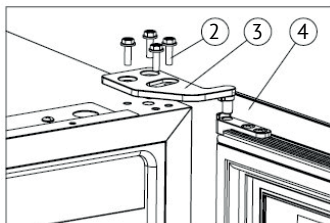

Рисунок 1
➔ Выкрутите винты М5\*16 (2), снимите правую верхнюю петлю (3) затем снимите дверь (Рисунок 1).